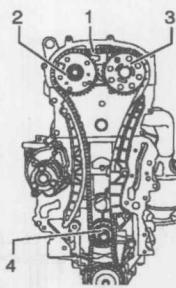

图1-2-12 安装正时链
⑥将正时链1装到曲轴链轮4、排气凸轮轴链轮3和凸轮轴调节器2上，并用手给凸轮轴调节器2拧上一个新的紧固螺栓，如图1-2-12所示。